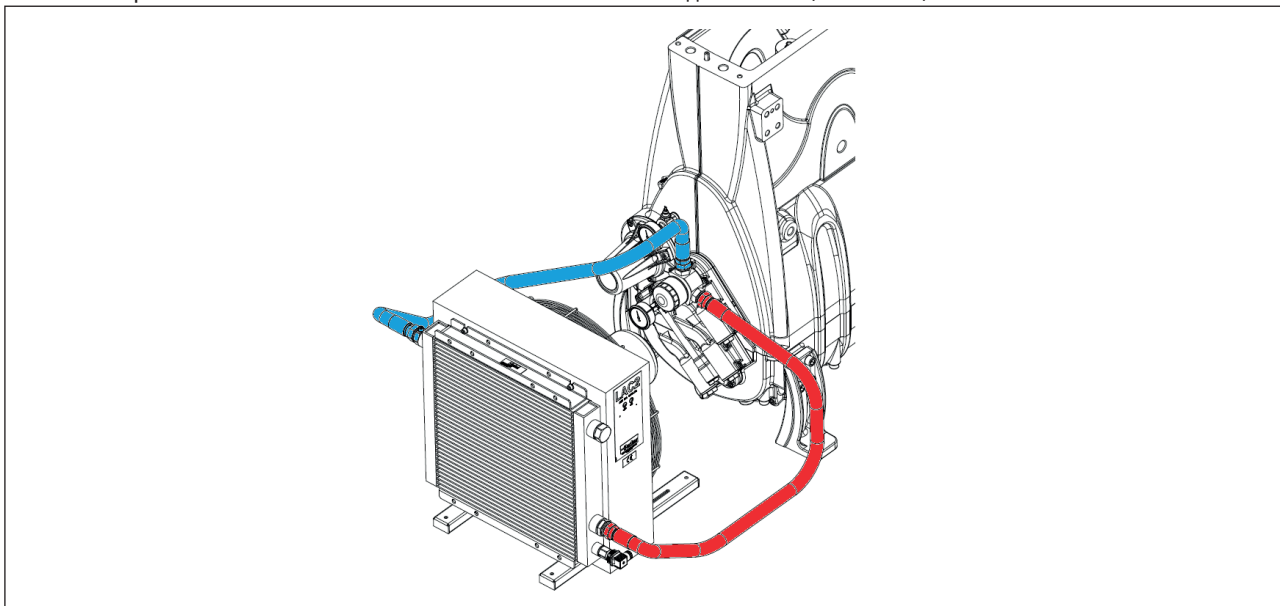

Рис. 15
2. Подсоедините первую трубу с помощью колена 90° к штуцеру на входе теплообменника, расположенному снизу (см. рис. 15). Затяните ее с моментом 80 Нм.
В насосах вертикального исполнения выполните аналогичное подключение (см. Рис. 15).